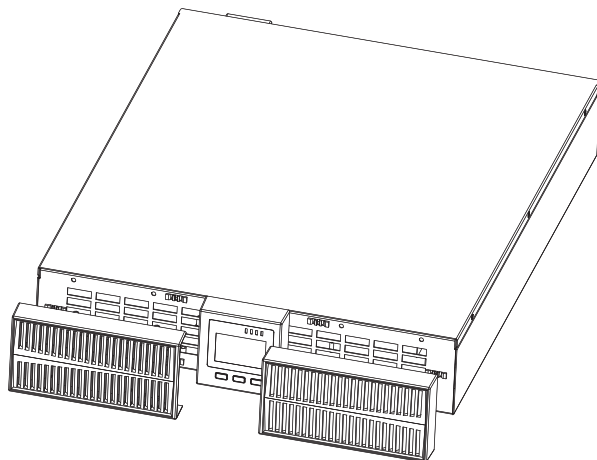

Рис. 9
- Для смены положения дисплея удалите фронтальные пластиковые крышки (рисунок 9).